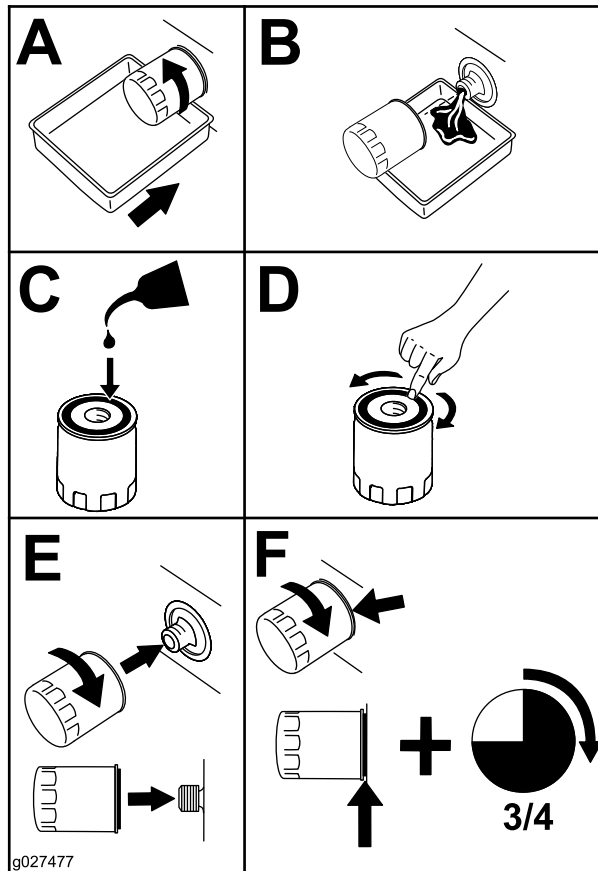

Рисунок 48
5. Замените масляный фильтр двигателя (Рисунок 48).